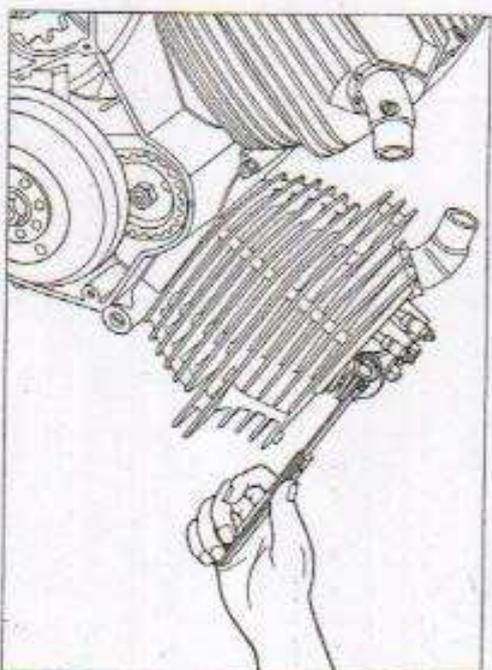

Fig. 7
**Registrazione cilindro anteriore (n. 1) (fig. 7).**